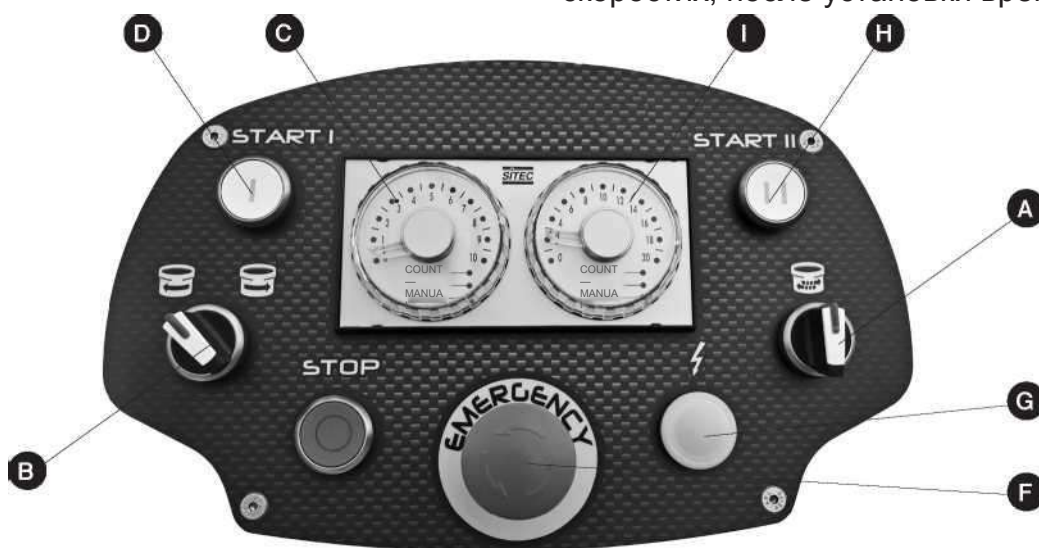

Рис. 1
3.1 Загрузка и запуск (Рис. 1)